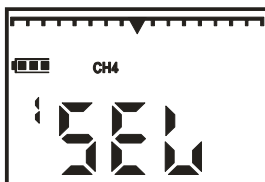

Рисунок 9.5
3) кнопкой "РЕЖИМ" выбрать необходимый газ (рисунок 9.5),